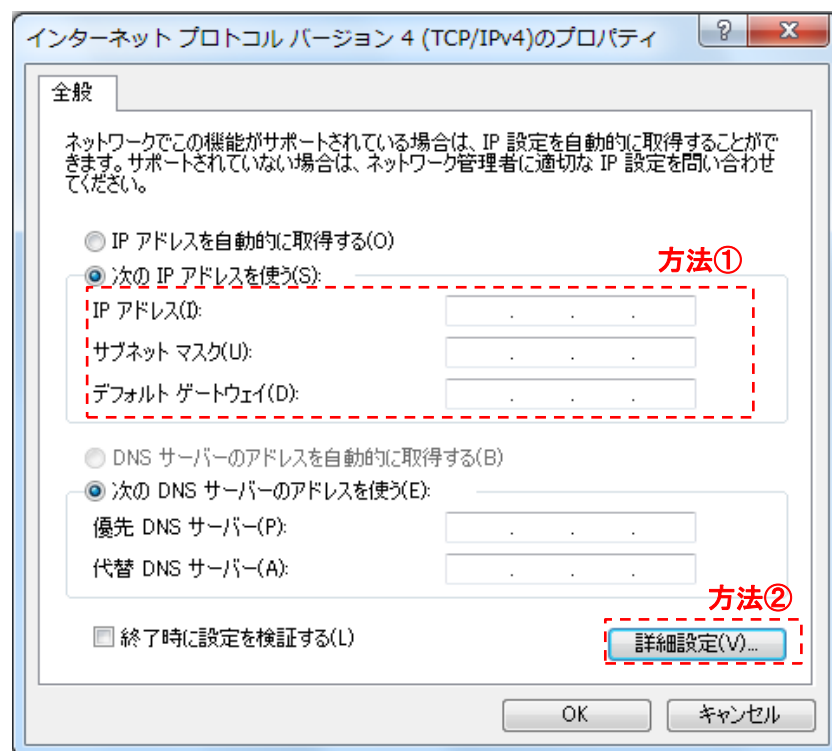

図 3-7 インターネットプロトコルバージョン 4 (TCP/IPv4) のプロパティ画面
手順④：インターネットプロトコルバージョン 4 (TCP/IPv4) のプロパティ画面 (図 3-7) より、TCP/IP の設定が行えます。このとき、TCP/IP の設定方法として①と②の 2 通りの方法があります。